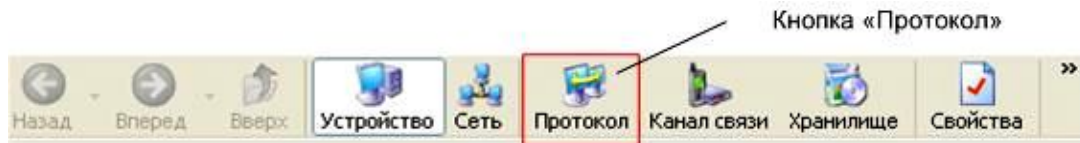

Рисунок 4.6 –Кнопка «Протокол» на панели инструментов
- 4.8** Нажмите на панели инструментов кнопку «Протокол» (меню «Справочник -> Протокол обмена») (рисунок 4.6). В результате откроется окно «Справочник».